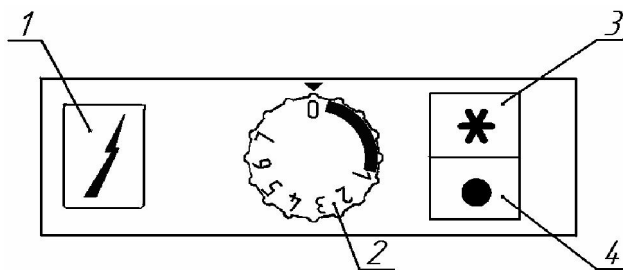

Рисунок 7 Пульт управления:
- В исходном (выключенном) положении ручка управления (2) (рисунок 7) установлена в положении «0» (крайнее положение по часовой стрелке).
- Для розжига запальной горелки необходимо нажать кнопку розжига (3) до упора и, не отпуская, нажать (при необходимости несколько раз) кнопку пьезоэлектрического элемента (1). После того, как загорится запальная горелка, кнопка розжига (3) удерживается в нажатом состоянии от 10 с до 30 с, после чего отпускается.
- Для розжига основных горелок ручка управления (2) вращением против часовой стрелки устанавливается в позицию от «1» до «7», в зависимости от требуемой температуры нагрева.